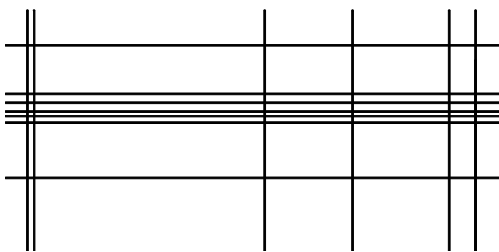

图 11-10 放大指定边界的区域
(1) 变换窗口大小。为了更清楚地显示图形，使用窗口缩放工具，也可以直接输入 zoom 命令进行操作。结果如图 11-10 所示。